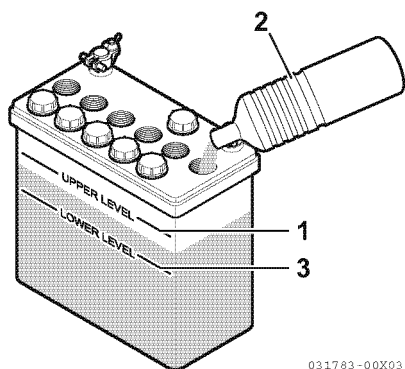

Рисунок 1
- Когда количество электролита приближается к нижнему уровню (**позиция 3, Рисунок 1**), долить дистиллированную воду (**позиция 2, Рисунок 1**) так, чтобы она находилась на верхнем уровне (**позиция 1, Рисунок 1**). Если продолжить эксплуатацию с недостаточным количеством электролита, это приведет к сокращению срока службы аккумуляторной батареи, при этом батарея может перегреться и взорваться. В летний период следует проверять уровень электролита более часто, чем указано.